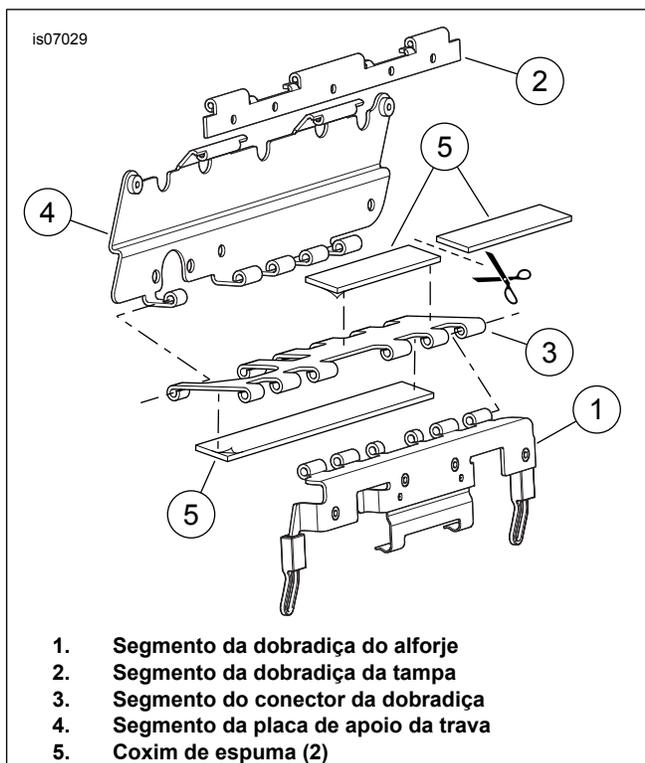
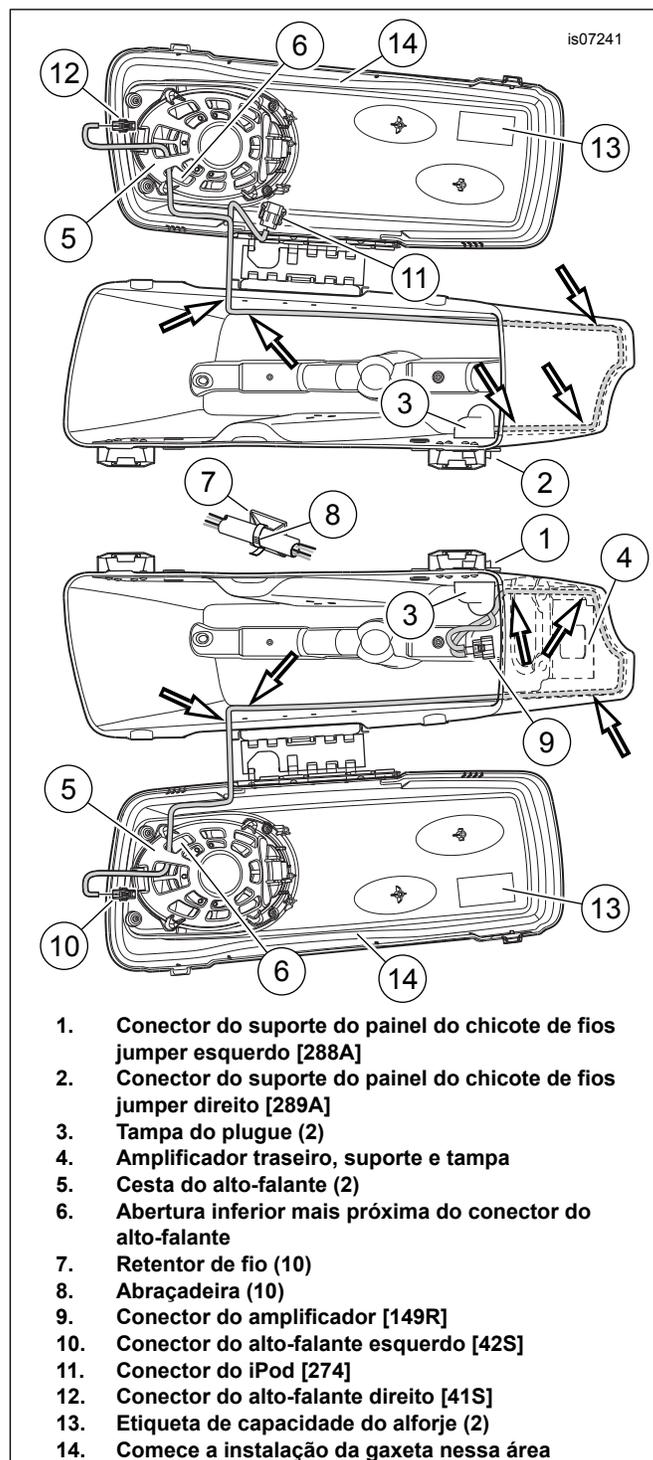
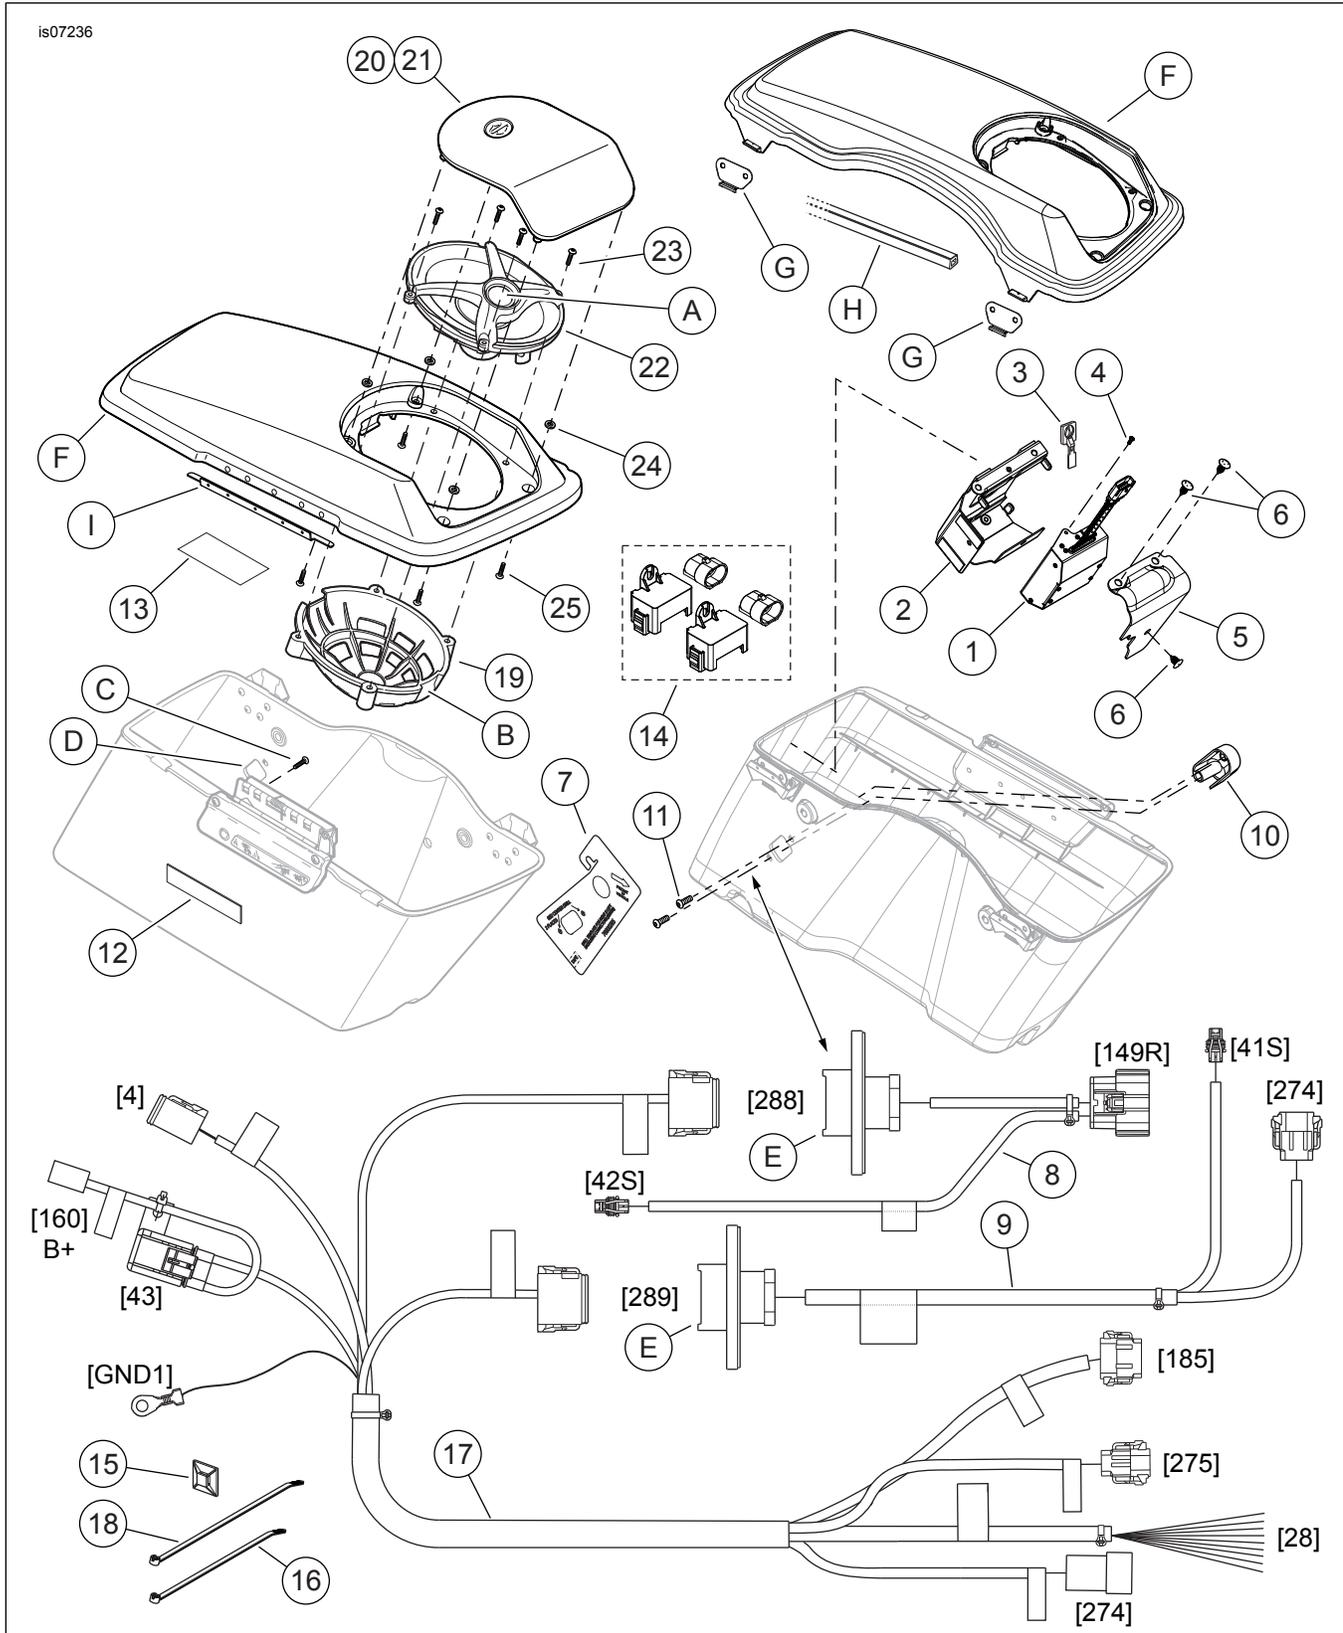

Figura 4. Instalação dos coxins de espuma na dobradiça da trava do alforje (lado esquerdo exibido)
Figura 5. Passagem do chicote de fios dentro dos alforjes
Figura 7. Peças de reposição, kit de expansão do alto-falante CVO
10. Veja Figura 5. Instale a tampa do plugue (3) sobre o conector do suporte do painel (1) e o chicote de fios jumper de **dentro** do alforje. Insira dois parafusos **na parte externa** através do flange do conector e da parede do alforje e dentro dos furos rosqueados da tampa do plugue. Aperte com torque de 3,95–4,52 N·m (35–40 in-lbs) Coloque o chicote de fios na parte inferior do alforje.
- Comece a instalação da gaxeta no centro da lateral interna da tampa oposta à dobradiça (veja Figura 5, item 14).
Veja Figura 4. A dobradiça da trava do alforje é exibida com os pinos removidos para maior clareza.
15. Pegue dois coxins de espuma (Figura 7, item 12) do kit. Corte uma peça ao meio, conforme exibido em Figura 4. Remova o forro da parte traseira adesiva do coxim **não cortado** e fixe no lado liso do segmento do conector da dobradiça da trava (3). Remova a película da parte traseira adesiva de um coxim cortado e fixe no lado da dobradiça do segmento do conector da trava, conforme exibido.
2. Veja Figura 5. Oriente o chicote de fios jumper do alto-falante do alforje (instalado anteriormente no alforje):
3. Oriente o conector [42S] através da abertura inferior (6) da cesta do alto-falante (5) mais próximo do conector do alto-falante e acople no conector do alto-falante.
4. Pegue cinco retentores de fios (7) e cinco abraçadeiras (8) do kit. Remova o forro da parte traseira adesiva de cada retentor de fio e fixe nas paredes internas do alforje, cerca de 25 mm (1 in) acima da parte inferior do alforje conforme exibido. Prenda o chicote de fios jumper nos retentores de fios com abraçadeiras.
5. Veja Figura 7. Pegue o amplificador traseiro (1), o suporte do prisioneiro (2), o tirante do prisioneiro "T" (3), o parafuso (4), a tampa (5) e três presilhas de pressão (6) do kit.
8. Fixe o amplificador no suporte com o parafuso (4).
- Veja Figura 5. Oriente as **duas** hastes do chicote de fios para baixo e depois para trás, ao redor da parede externa e para cima na frente da bolsa da tampa do alforje até a tampa do alforje.
2. Oriente o conector [41S] (item 12) através da abertura inferior (6) da cesta do alto-falante (5) mais próximo do conector do alto-falante e acople no conector do alto-falante .
3. Fixe cinco retentores de fio (7) nas paredes internas do alforje, cerca de 25 mm (1 in) acima da parte inferior do alforje, conforme exibido. Prenda o chicote de fios jumper nos retentores de fios com abraçadeiras (8).
4. **Se um módulo de iPod estiver sendo montado na tampa do alforje**, siga instruções posteriores presentes nesse documento. **Se um módulo de iPod NÃO estiver sendo montado na tampa do alforje**, enrole o ramo do chicote de fios do conector [274] (11) contra a parede lateral da tampa do alforje. Amarre o enrolamento com uma abraçadeira (8). Use um retentor de fios (7) fixado na tampa para não danificar o conector ou o alforje.
1. Fixe a etiqueta de capacidade do alforje (13) na parte interna da tampa de cada alforje.
2. Acople o conector de 12 vias, identificado como "LH S'BAG 288" (conector do alforje esquerdo [288]), no receptáculo do alforje esquerdo (veja Figura 5, item 1). O conector tem um recurso chave para impedir a montagem incorreta. Escutando um "clique" bem nítido.
4. Acople o conector de 12 vias, identificado como "RH S'BAG 289" (conector do alforje direito [289]) (2), no receptáculo do alforje direito. Escutando um "clique" bem nítido. Fixe o ramo do chicote de fios na parte traseira superior do suporte do alforje da mesma maneira.
9. Veja Figura 7. Oriente os quatro ramais da seção dianteira do chicote de fios do áudio (17) na parte interna da carenagem ao longo do percurso do chicote de fios da interconexão até a parte superior esquerda da carenagem interna.